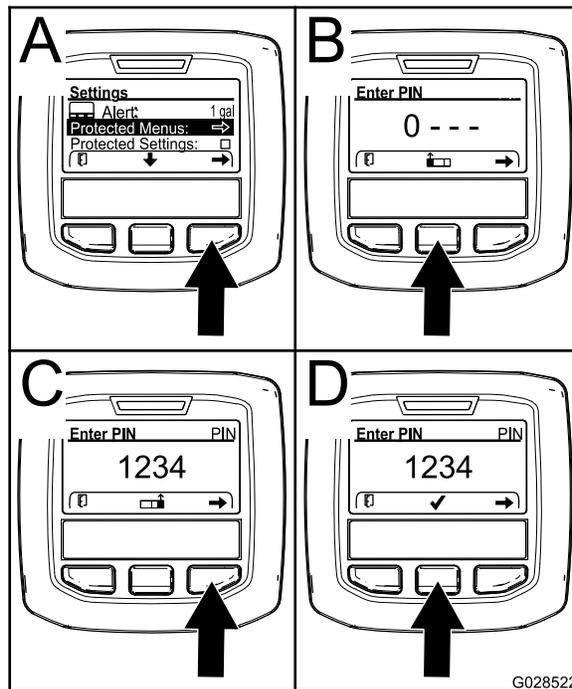

Рисунок 11
2. Нажмите правую кнопку выбора, чтобы выбрать Protected Menus (Защищенные меню) (A на Рисунок 11).
- Нажмите среднюю кнопку выбора (B на Рисунок 11), чтобы увеличить цифровое значение (от 0 до 9)..
- Нажмите правую кнопку выбора (C на Рисунок 11), чтобы переместить курсор на позицию следующей цифры вправо.
Примечание: Над средней кнопкой выбора (D на Рисунок 11) появится значок с галочкой.
5. Нажмите среднюю кнопку выбора (D на Рисунок 11), чтобы ввести пароль.